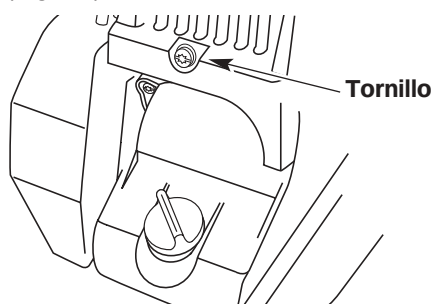

Fig. 52
3. Saque el tornillo que está detrás de la cubierta del motor (Fig. 52).